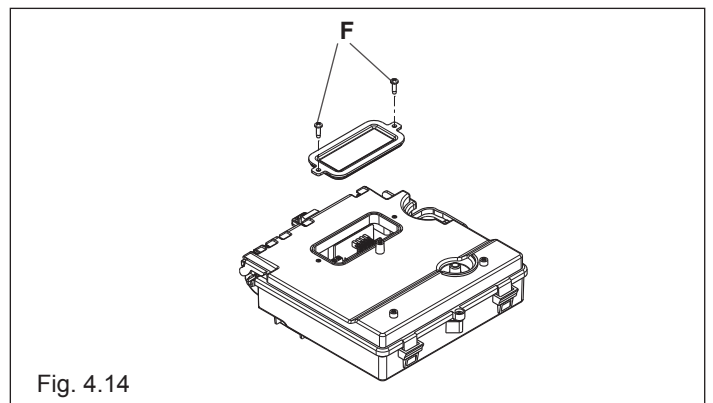

Fig. 4.14
- ruotare il cruscotto dopo aver svitato la relativa vite di fissaggio (fig. 4.14)
- svitare le viti (F) - fig 4.14 - per rimuovere il coperchietto morsettiera (230V)